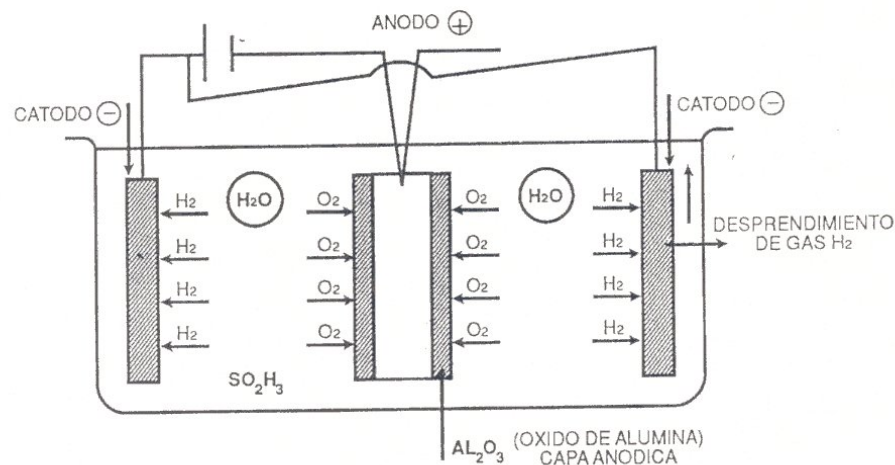

Imagen 2. Celda electrofítica de anodización
- Anodizado. Proceso electrofítico de oxidación anódica. Se hace con ácido sulfúrico haciendo pasar una corriente eléctrica directa de aproximadamente 1 a 2 amperios por decímetro cuadrado. En la celda electrofítica el aluminio actúa como ánodo y la corriente como agente de disociación. El cátodo lo constituyen láminas de otro material dentro de la celda (Imagen 2).